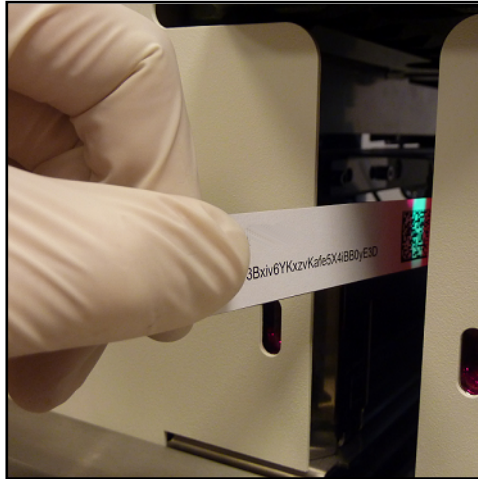

Figura 18: Utilizarea cardului cu codul de înregistrare pentru a înregistra benzi noi
- 2 Introduceți cardul de cod de înregistrare (marcat LabUMat 2 în pasajul stativului cu codul de bare 2D îndreptat spre dreapta (↔ Figura 18).